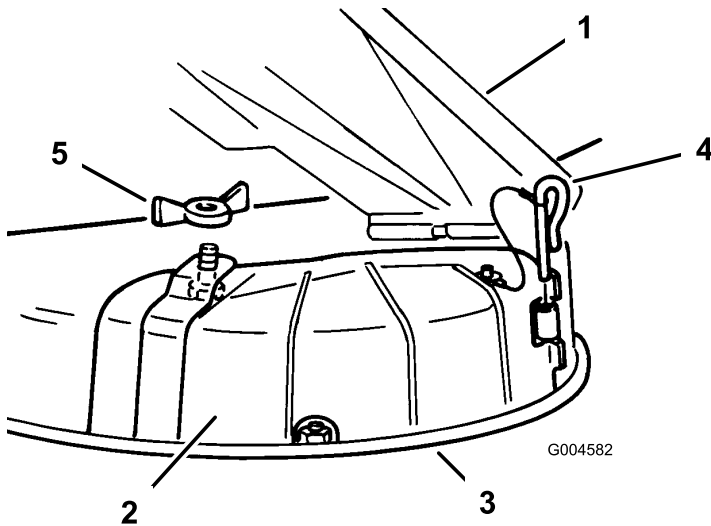

Figure 13
- Retirez l'écrou à oreilles et le boulon qui fixent l'obturateur d'éjection en place (Figure 13).
- Enlevez l'axe de charnière qui fixe l'obturateur au plateau de coupe (Figure 13).
- Soulevez le déflecteur d'herbe et placez l'obturateur d'éjection sur l'ouverture et le bord inférieur du carter du plateau de coupe, avant de l'insérer dans la charnière avant (Figure 13).
- Insérez l'axe dans la charnière (Figure 13).
- Fixez l'obturateur d'éjection à la tondeuse à l'aide de l'écrou à oreilles (Figure 13).